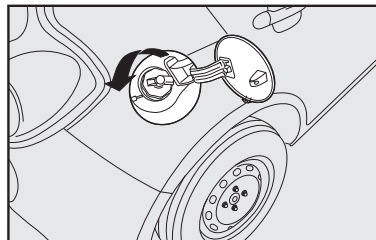

fig. 109
- Gire a tampa no sentido anti-horário; prossiga girando a tampa **fig. 109** até o seu completo desalojamento;